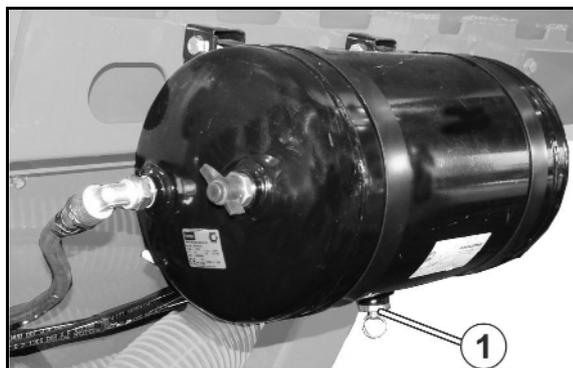

Fig. 126
1. Para comprobar el juego de los cojinetes de los bujes, levantar el eje hasta que los neumáticos queden libres (Fig. 126).